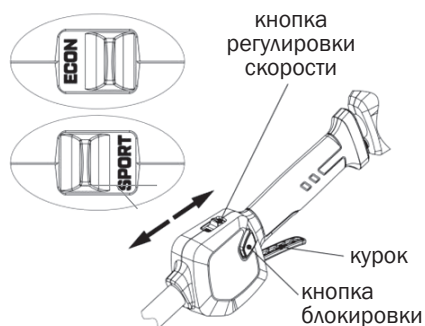

Рис. 13
2. Нажмите кнопку блокировки и затем нажмите на курок чтобы включить триммер (Рис. 13).
4. Нажмите кнопку «SPORT» для высокой скорости и «ECON» для низкой скорости. Регулируйте скорость в зависимости от задачи. (Рис. 13).